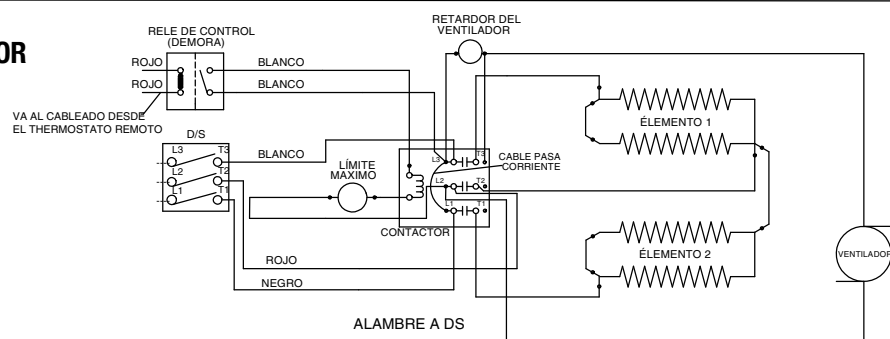

Figura 5
2. Para cablear el relé, refiérase al esquema eléctrico, Figura 5, y proceda así: